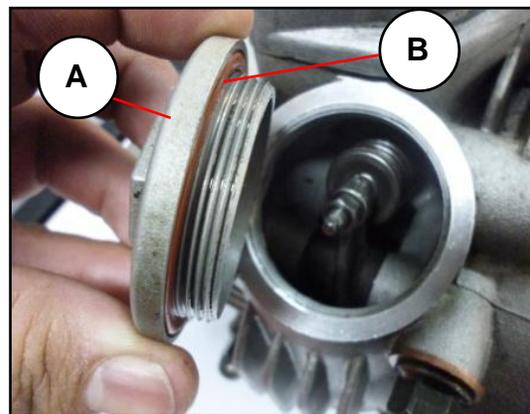

Fig. 3.2
2. Desmonte el tapón balancín [A] y verifique la junta tórica [B]. Deforme → cambio. **Fig. 3.2**